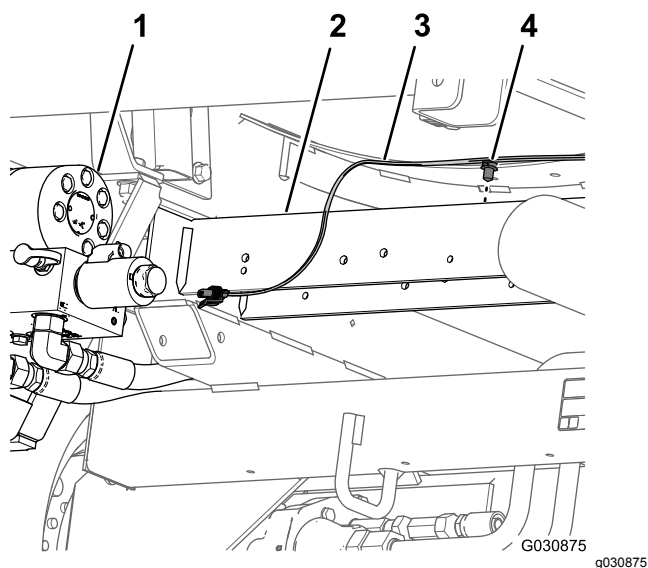

Рисунок 59
6. Снимите вставной фиксатор, который крепит задний жгут проводов (Рисунок 59)